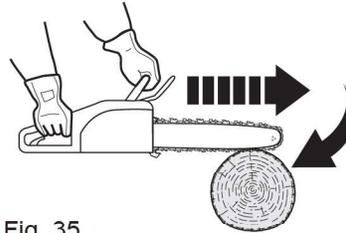

Fig. 35
- > El pinzamiento de la cadena de la sierra (3) a lo largo de la parte inferior de la barra guía (4) puede hacer que el producto se aleje del operador (Fig.35).